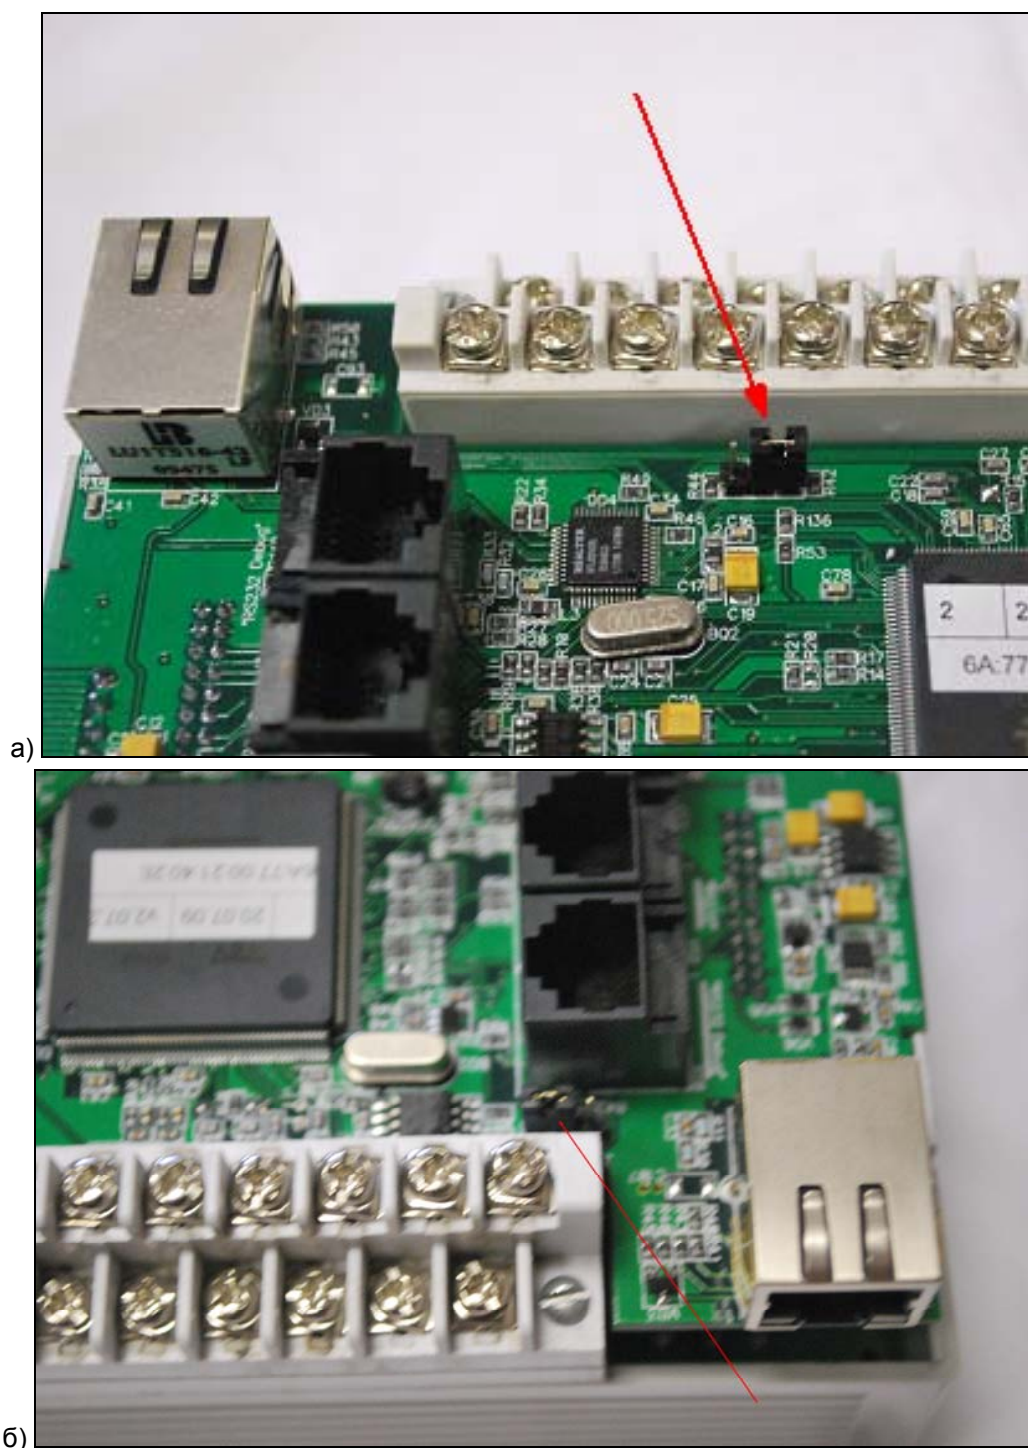

Рисунок 10.5 – Размещение перемычки, подлежащей снятию/установке при выполнении процедуры обновления ПО микроконтроллера ПЛК110-60 (а) и ПЛК11030,32 (б)
- 8) На верхней ПЛК – снять перемычку (см. рисунок 10.5).